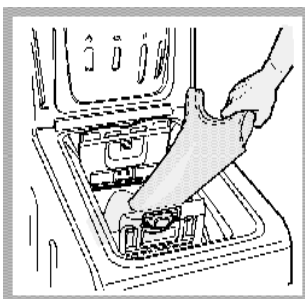

Fig. 3
**C) Introducerea rufelor (Fig. 3)**